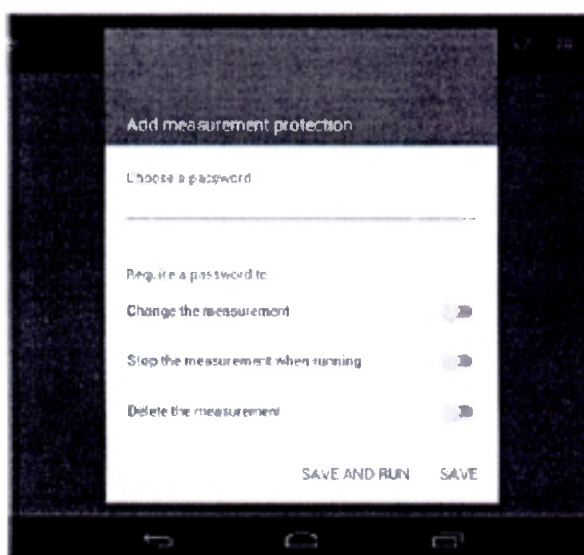

Рисунок 6. Сохранение нового измерения и его запуск.
4) В открывшемся окне «Add measurement protection» (Добавление защиты измерения) (рис. 6) отобразятся поля о возможной защите паролем: редактирования параметров измерения, остановки измерения в процессе выполнения, удаления сохраненного измерения. При проверке данные возможности не используются.